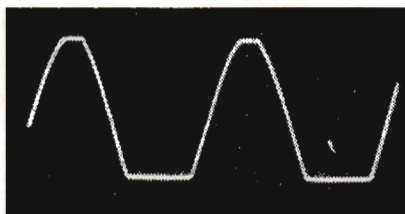

Fig 20. I originalutförande klipper linjeslutsteget redan vid 3,5 V rms. Klippningen sker osymmetriskt.
■ Den distorsion som uppstår när volymkontrollen är högt uppvriden beror på att linjeslutsteget klipper snett. Detta visas i fig 20. Revox A77 brukar från fabriken vara trimmad för de nivåer som används vid professionellt bruk. Detta innebär att ett flöde av 1,85 nWb/m med bandspelarens volymkontroll på max ska ge en utnivå +4 dBv (1,23 V). Antag att toppnivån på bandet är 800 nWb/m, vilket motsvarar +16 dBv (4,9 V). Man kommer då att få kraftig distorsion, p g a att utgångssteget i bandspelaren börjar klippa redan vid 3,5 V rms. Vi vill påpeka att detta gäller när bandspelarens utgång driver högohmig last. Om man ansluter t ex ett par hörtelefoner till utgången, kommer steget att klippa vid en lägre nivå.